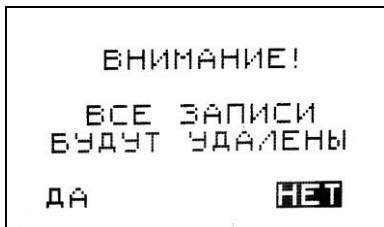

Рис. 23
- в меню "B-SCAN" клавишами "Стрелка вверх" и "Стрелка вниз" установить курсор на надпись "**ОЧИСТКА ЗАПИСЕЙ**" и нажать клавишу "Ввод". На индикаторе появится предупреждающее сообщение (Рис. 23)
- клавишами "Стрелка вверх" и "Стрелка вниз" установить курсор на надпись "**ОЧИСТКА ПАМЯТИ**" и нажать клавишу "Ввод". На индикаторе появиться предупреждающее сообщение (Рис. 23)